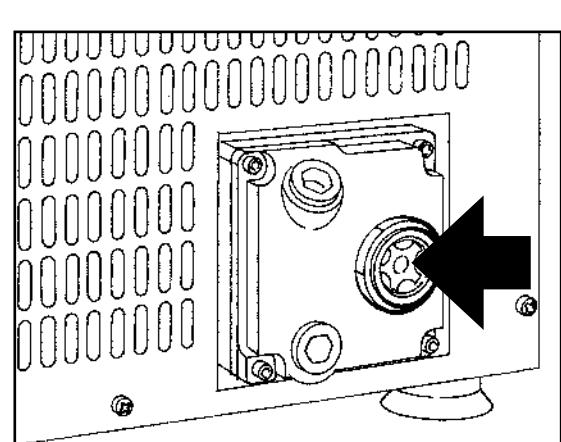

Fig. 2
- c) Contrôler le niveau de l'huile de pompe indiqué sur le voyant de la pompe (**Fig. 2**).